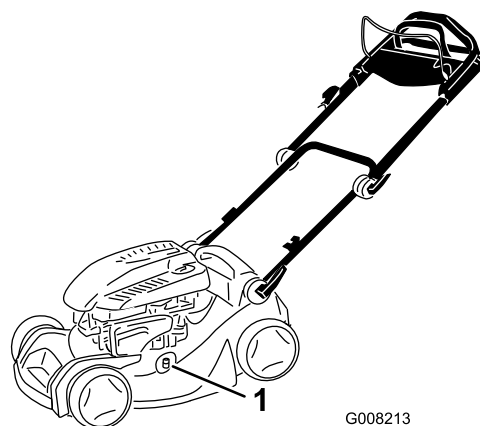

Figure 29
4. Branchez un tuyau d'arrosage, relié à une arrivée d'eau, au raccord de lavage du carter de la tondeuse (Figure 29).